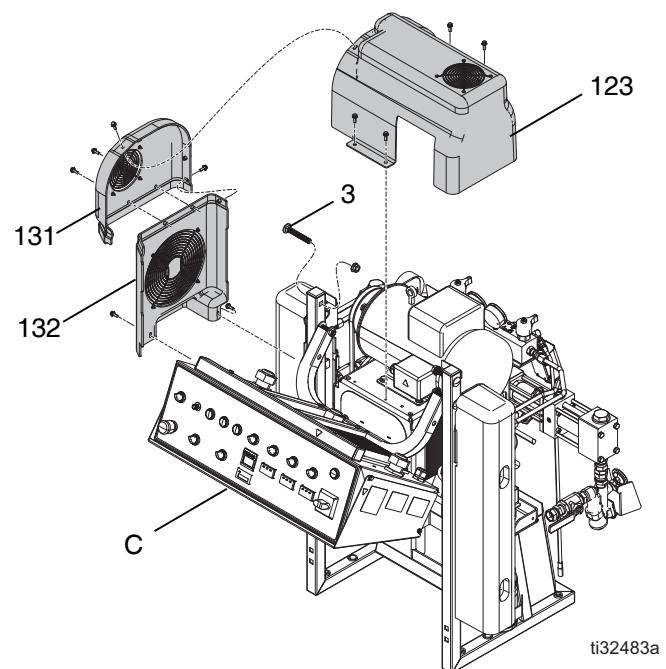
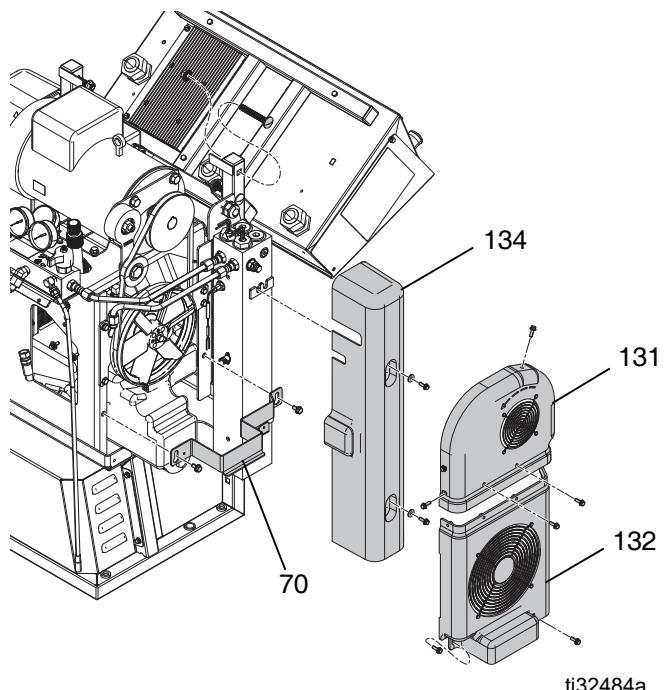

FIG. 63
FIG. 64
6. Retirez le moteur et les couvercles de courroie (123, 131). Soulever le couvercle (123) et desserrer les attaches du support argent (70). Détacher le support argent (70) des attaches et le mettre de côté. Enlevez les couvercles de courroie (131, 132). Enlevez le couvercle du réchauffeur (123). Voir FIG. 63 et FIG. 64.